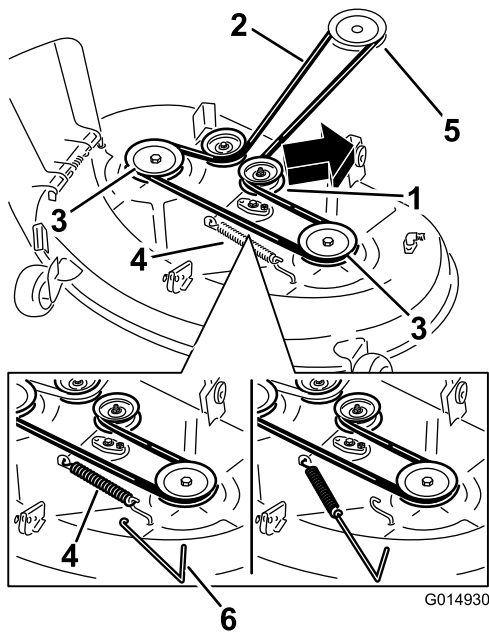
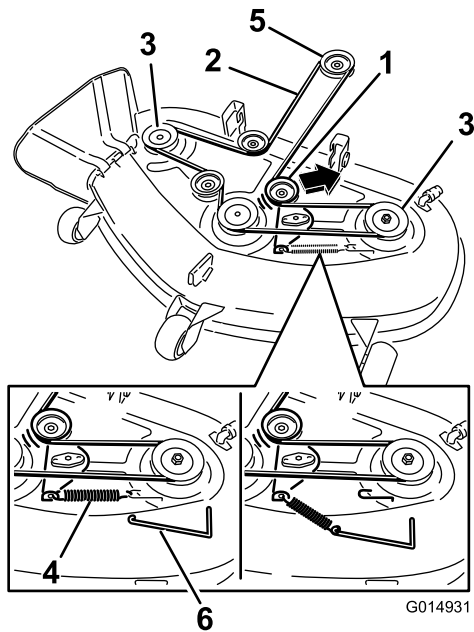

Figure 65
Figure 66
4. À l'aide d'un outil de dépose de ressort (réf. Toro 92-5771), décrochez le ressort du crochet sur le tablier pour éliminer la tension sur la poulie de tension et déchaussez la courroie des poulies (Figure 65 et Figure 66).
- À l'aide d'un outil de dépose de ressort (réf. Toro 92-5771), accrochez le ressort au crochet situé sur le tablier, ce qui a pour effet d'exercer une tension sur la poulie de tension et la courroie du tablier de coupe (Figure 65 et Figure 66).
- Acheminez la courroie neuve autour de la poulie du moteur et des poulies du tablier de coupe (Figure 66).